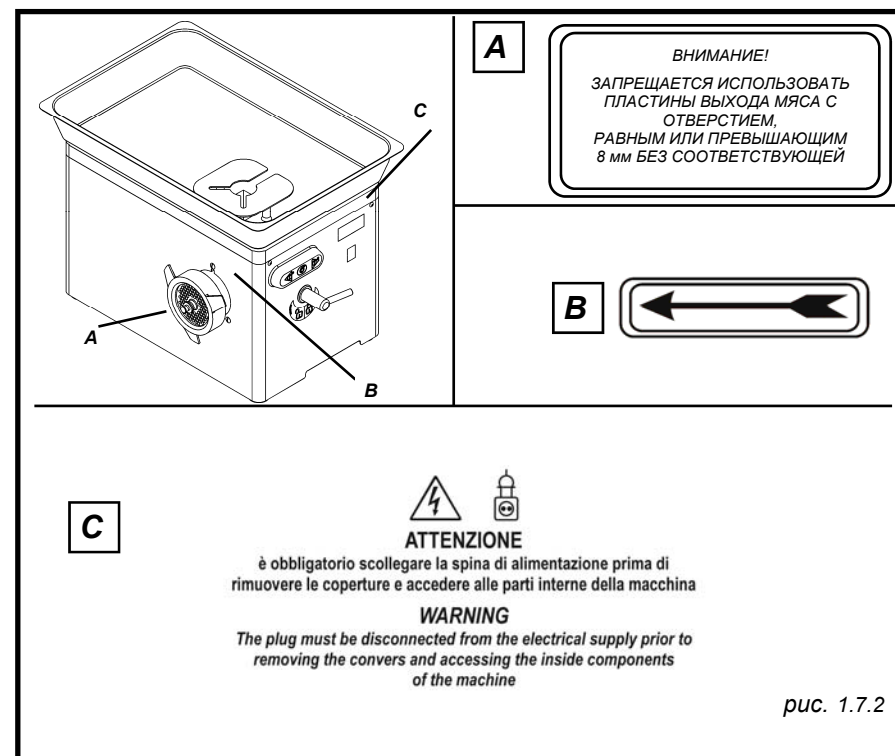

рис. 1.7.2
1.7.1 - Предупредительные таблички и знаки опасности (рис. 1.7.2)